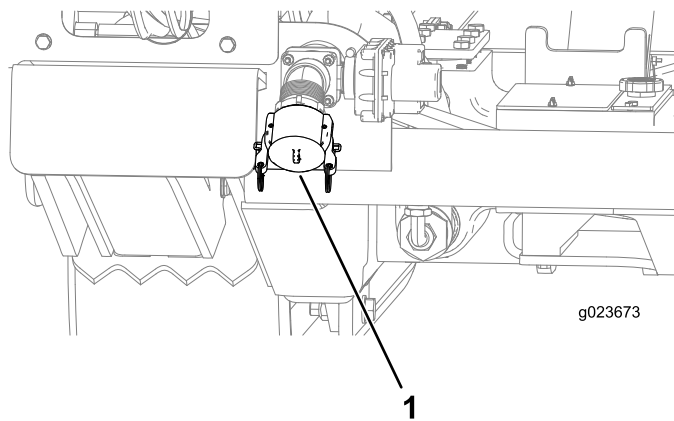

Figura 158
- B. Certifique-se de que a tampa esteja instalada na sucção da bomba de fluido de perfuração (Figura 158).